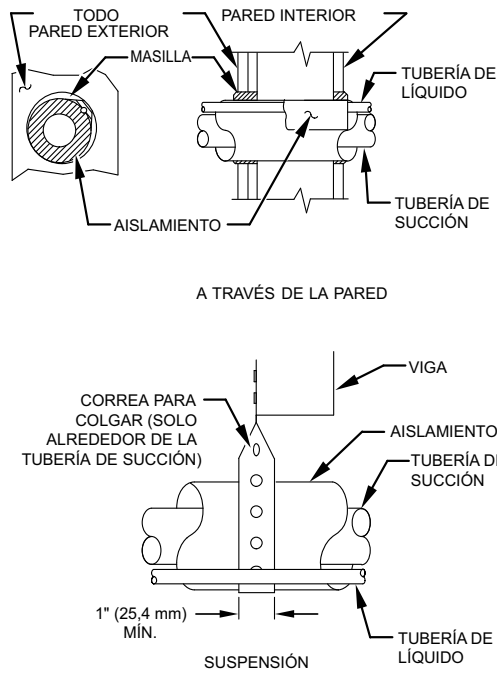

Fig. 1 – Instalación de tuberías
6. Al tender los tubos de refrigerante a través de la pared, selle la abertura con RTV u otro tipo de masilla de silicona flexible. (Consulte la Fig. 1).
8. No suspenda las tuberías de refrigerante en vigas ni travesaños con un cable o correa rígidos, en contacto directo con las tuberías (consulte la Fig. 1).
10. Si es necesario, use correas para colgar, que son de 1 pulgada (25 mm) de ancho y se adaptan a la forma del aislamiento de la tubería. (Consulte la Fig. 1).